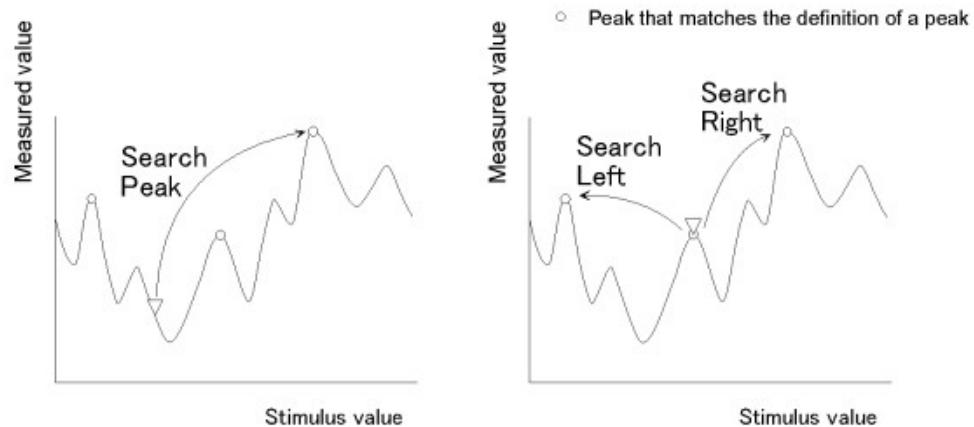

Рис. 25. Поиск положительного пика на графике
- Поиск справа (**Search Right**) Выполняется поиск справа от маркера, затем маркер перемещается на первый встретившийся пик.(рис.25)